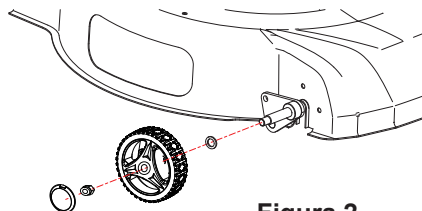

Figura 2
2. Instalación de Ruedas (Figura 2)